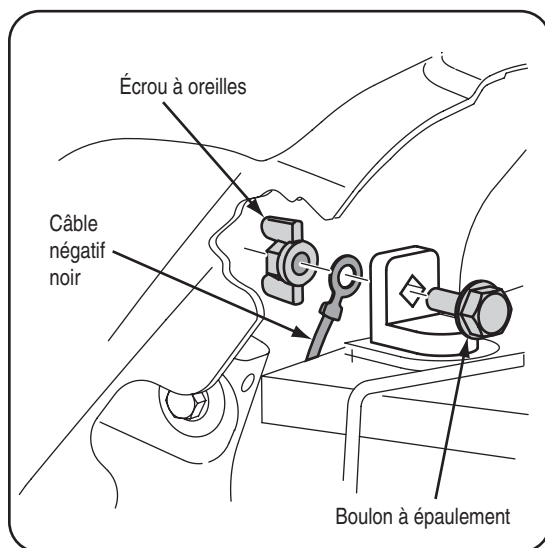

Figure 1
- Le cas échéant, enlevez le capuchon en plastique noir de la borne négative. Attachez le câble négatif (épais fil noir) sur la borne négative de la batterie (-) avec le boulon et l'écrou à oreilles. Voir la Figure 1.